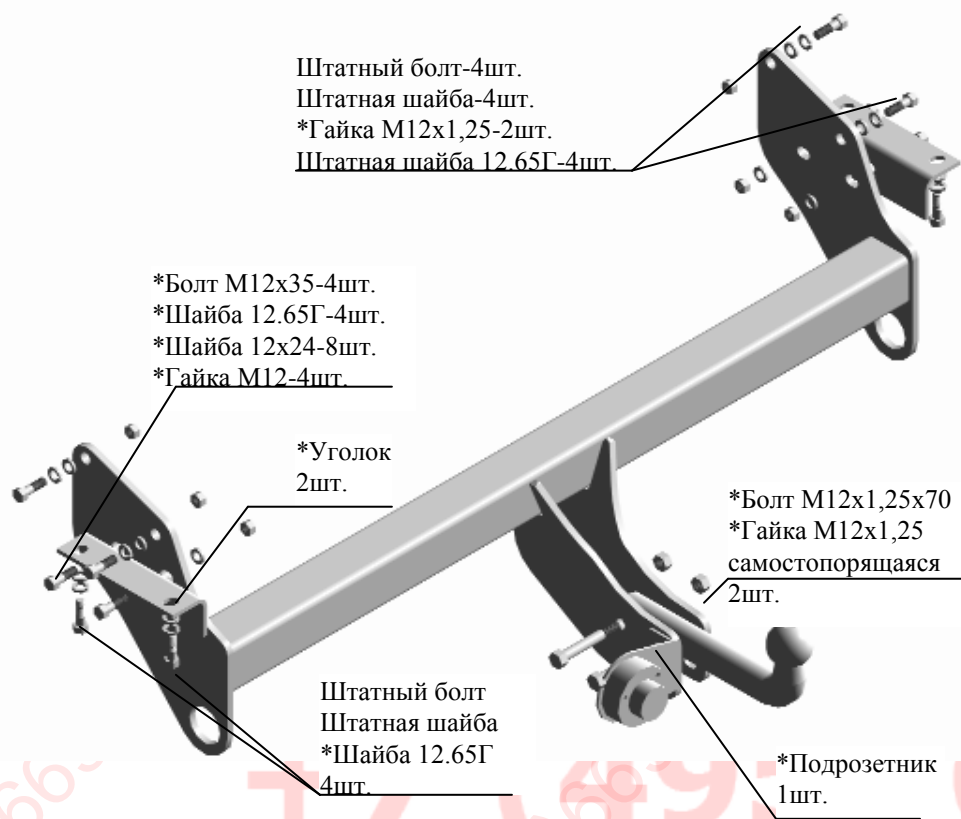

Рис.1 Тягово-сцепное устройство 7120
2.1 ТСУ 7120 в сборе (рис.1)	1 шт.
2.2 Пакет с комплектующими (см. рис.1)	1 шт.